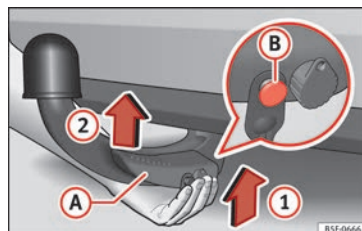

Fig. 236 Colocar bola desmontable / perno de desbloqueo en el estado desplegado
- Sujete la bola desmontable desde abajo » fig. 236 y encájela en el alojamiento del gancho siguiendo el sentido de la flecha ① hasta que se encastre de forma audible » ⚠ »